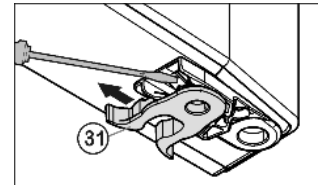

Fig. 8
- ▶ Spostare il Fig. 8 (31) morsetto a molla: Premere verso il basso il dente antisfilamento, estrarre il morsetto a molla tirando verso l'alto.